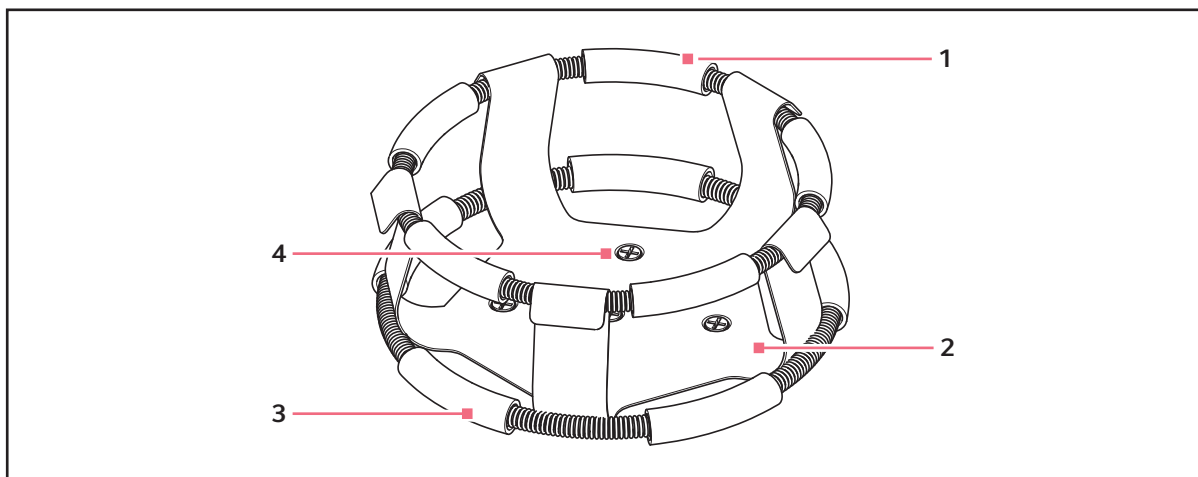

Fig. 8-3: Installazione della clamp con doppia guaina
2. Con la prima guaina in sede sulla parte superiore del corpo della clamp, (vedi Fig. 8-3 a pag. 43) come da consegna, inserire una beuta vuota nella clamp.